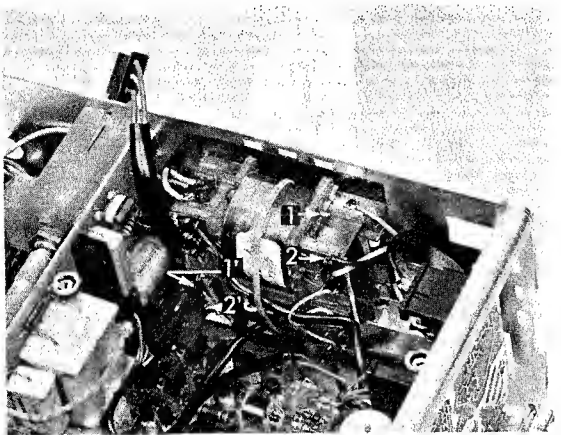

Abb. 2.8. Anordnung der Thermosicherungen
- Sicherung I (Abb. 2.8.): Sicherungsdrähte 1 und 2 ablöten.
- Sicherung II (Abb. 2.8.): Netztransformator (siehe Abschnitt 2.3.9.) ausbauen und die Sicherungsdrähte 1' und 2' ablöten.